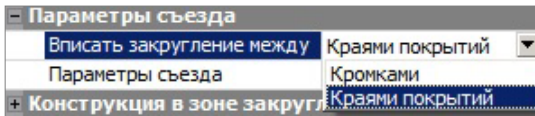

Рис. 26.25
- Вписать закругление между** = *Краями покрытий* или *Кромками* (имеются в виду кромки проезжей части) (рис. 26.25).
1. Параметр **Вписать закругление между** = *Кромками* или *Краями покрытия* (рис. 26.25).